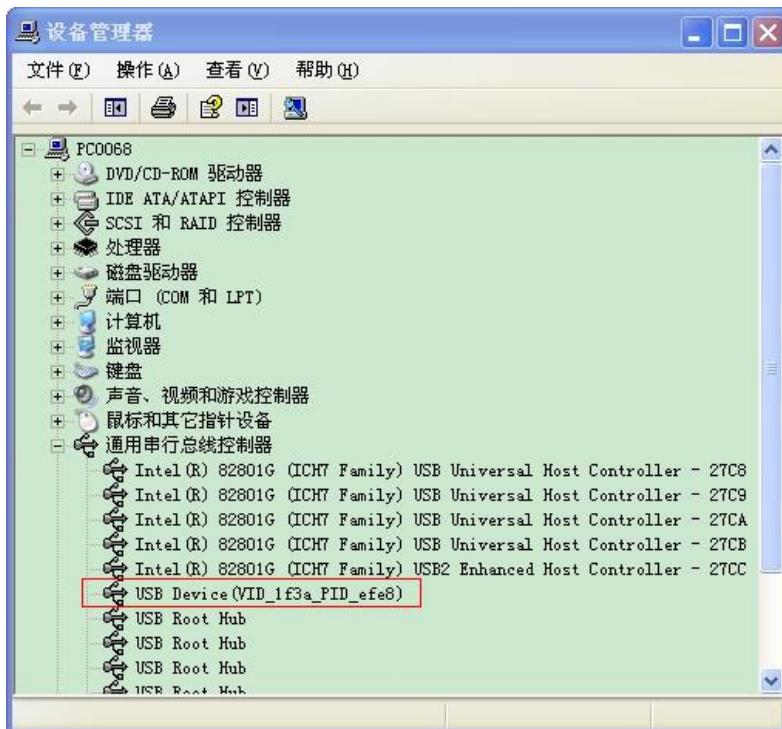

图 6
- 1、通过 USB 连接 PC 后，在《设备管理其中不会出现》如下：（图 6）；或量产工具《PhoenixPro》上一一直是 。
当保证这几路供电正常后。通过 USB 连接 PC 后，在《设备管理其中会出现》如下：（图 6）
（2）插上 USB 后，PhoenixSUIT 烧写，在《设备管理其中会出现》如上：（图 6），但无法烧录。可以怀疑 DDR 不良。